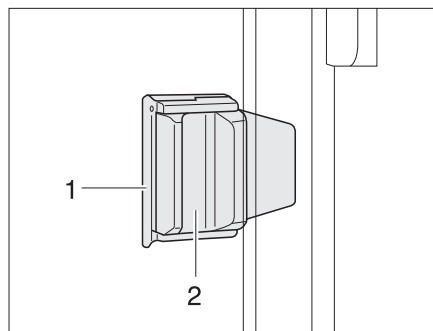

Fig. 47 Ventana corredera con con bloqueo corredizo
- Extraer el bloqueo (Fig. 47,1).
- Presionar el tirador (Fig. 47,2) y, al mismo tiempo, empujarlo hacia adelante o hacia atrás.
- Girar el botón de bloqueo (Fig. 47,1) en posición vertical.